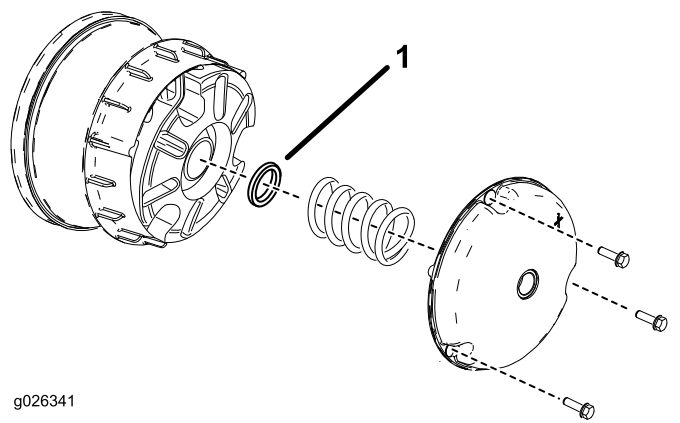

Figura 64
2. Retire los pernos que sujetan la tapa del embrague primario, como se muestra en la Figura 64.